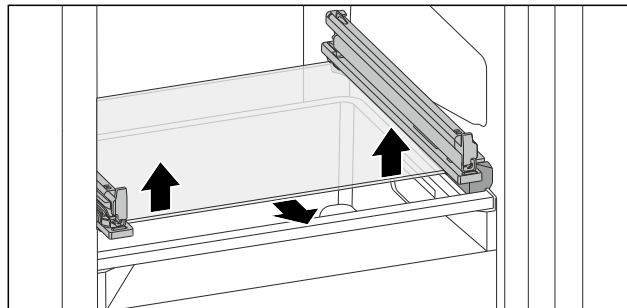

Fig. 177 A lebillenthető fiók üveglapja
- ▶ Tolja alulról felfelé az üveglapot mindkét oldalon. (lásd Fig. 177)